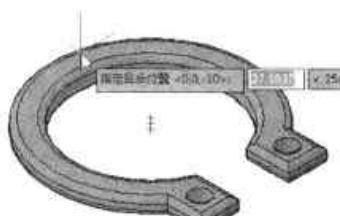

图14-25 指定聚光灯目标点
**Step 02** 指定好聚光灯目标方向位置，如图 14-25 所示。